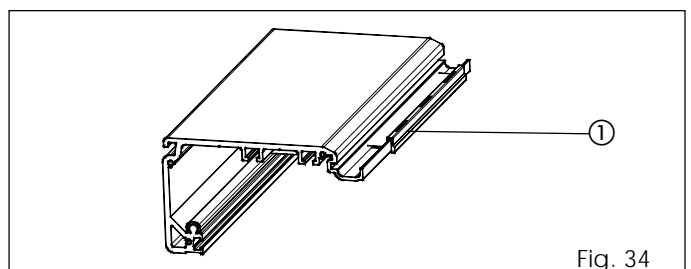

Fig. 34
- Introduzca en el borde externo del perfil de soporte 3 distanciadores (fig. 34 ref. ①), colocados en los extremos y en la parte central.
Monte los pasa-cables suministrados en dotación de modo que queden paralelos al perfil (fig. 34 ref. ①), seguidamente gírelos 90° para obtener el bloqueo (fig. 34 ref. ②).